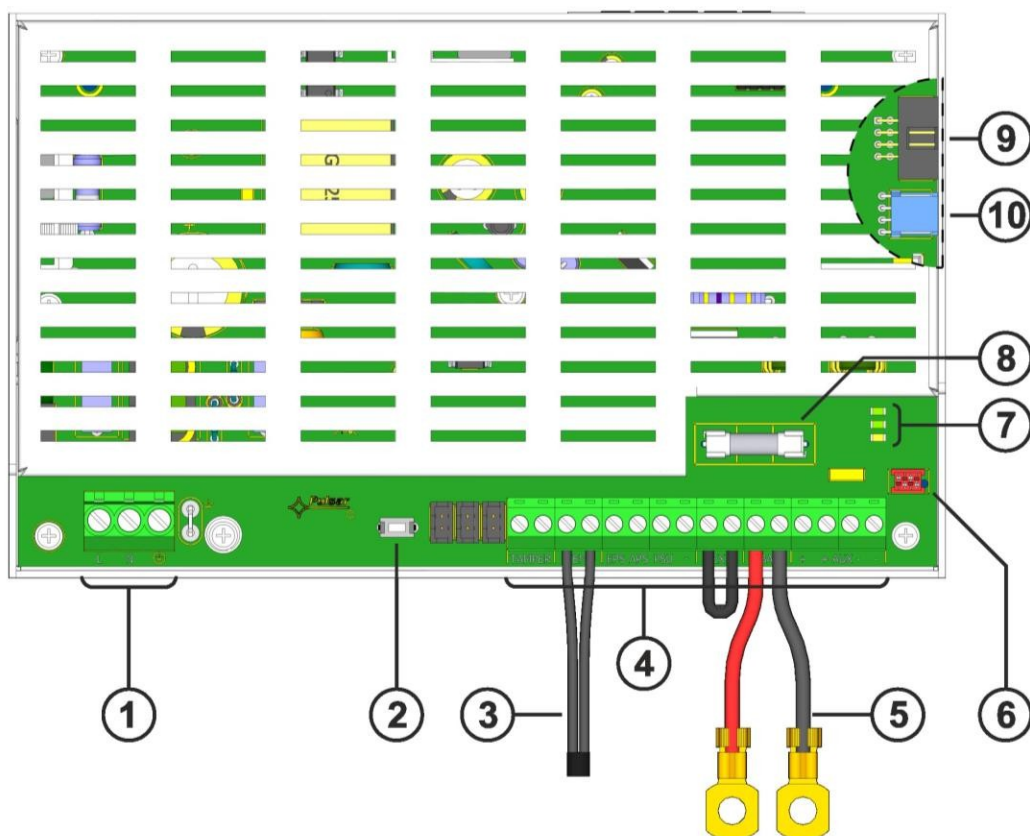

Fig. 2. Vista del modulo di alimentazione.
Tabella 1. Elementi del PCB dell'alimentatore (Fig. 2).
①	Modulo PSU (Tab. 1, Fig. 2)
②	Sensore di temperatura della batteria
③	Connettori della batteria; positivo: BAT = rosso, negativo: - BAT = nero
④	Spazio per l'installazione di moduli di comunicazione aggiuntivi
⑤	TAMPER; microinterruttore (contatti) della protezione antisabotaggio (NC)
⑥	Montaggio della batteria
⑦	Piastra di bloccaggio della batteria
⑧	Modulo schermo